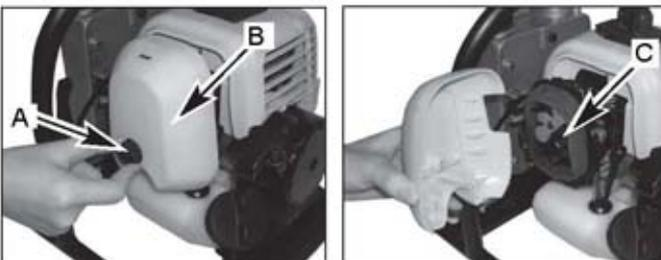

Рис. 10
1. Удалите ручку (A), удерживающую на месте крышку воздушного фильтра, снимите крышку (B) и выньте фильтр (C) из воздушной камеры (рис. 10)